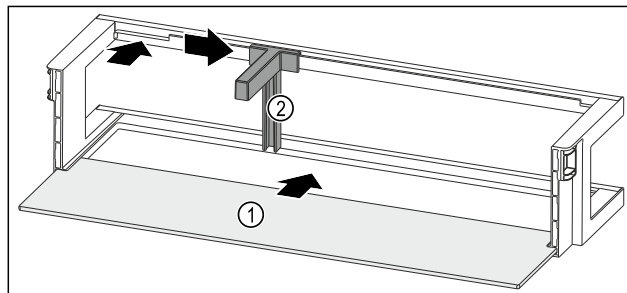

Fig. 141 Дверная полка со съемной полкой
- Вдвиньте съемную полку Fig. 141 (1) в боковые пазы.
- Установите держатель для бутылок Fig. 141 (2) в выемку.
- Сместите держатель для бутылок Fig. 141 (2) в нужное положение в сторону.